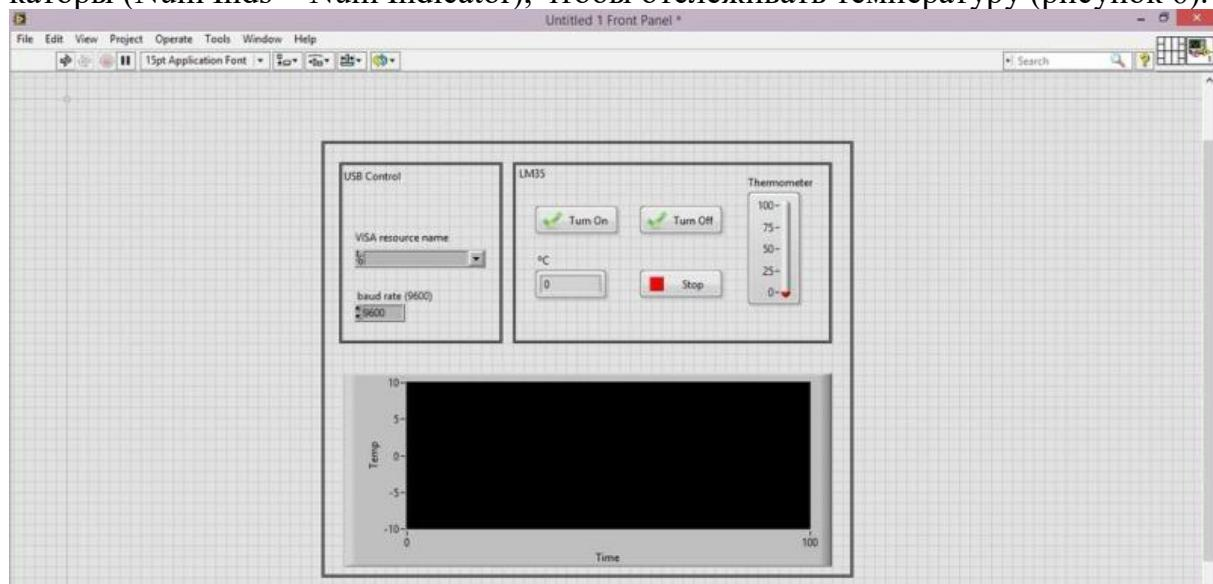

Рис.5 – Готовый интерфейс программы
9. Переходим в окно Front Panel (Интерфейс пользователя) и создаем необходимые элементы интерфейса. Для того, чтобы отобразить полученные данные (температура), можно использовать Numerics > Thermometer и параллельно Graph Indicators > Chart (рисунок 5).